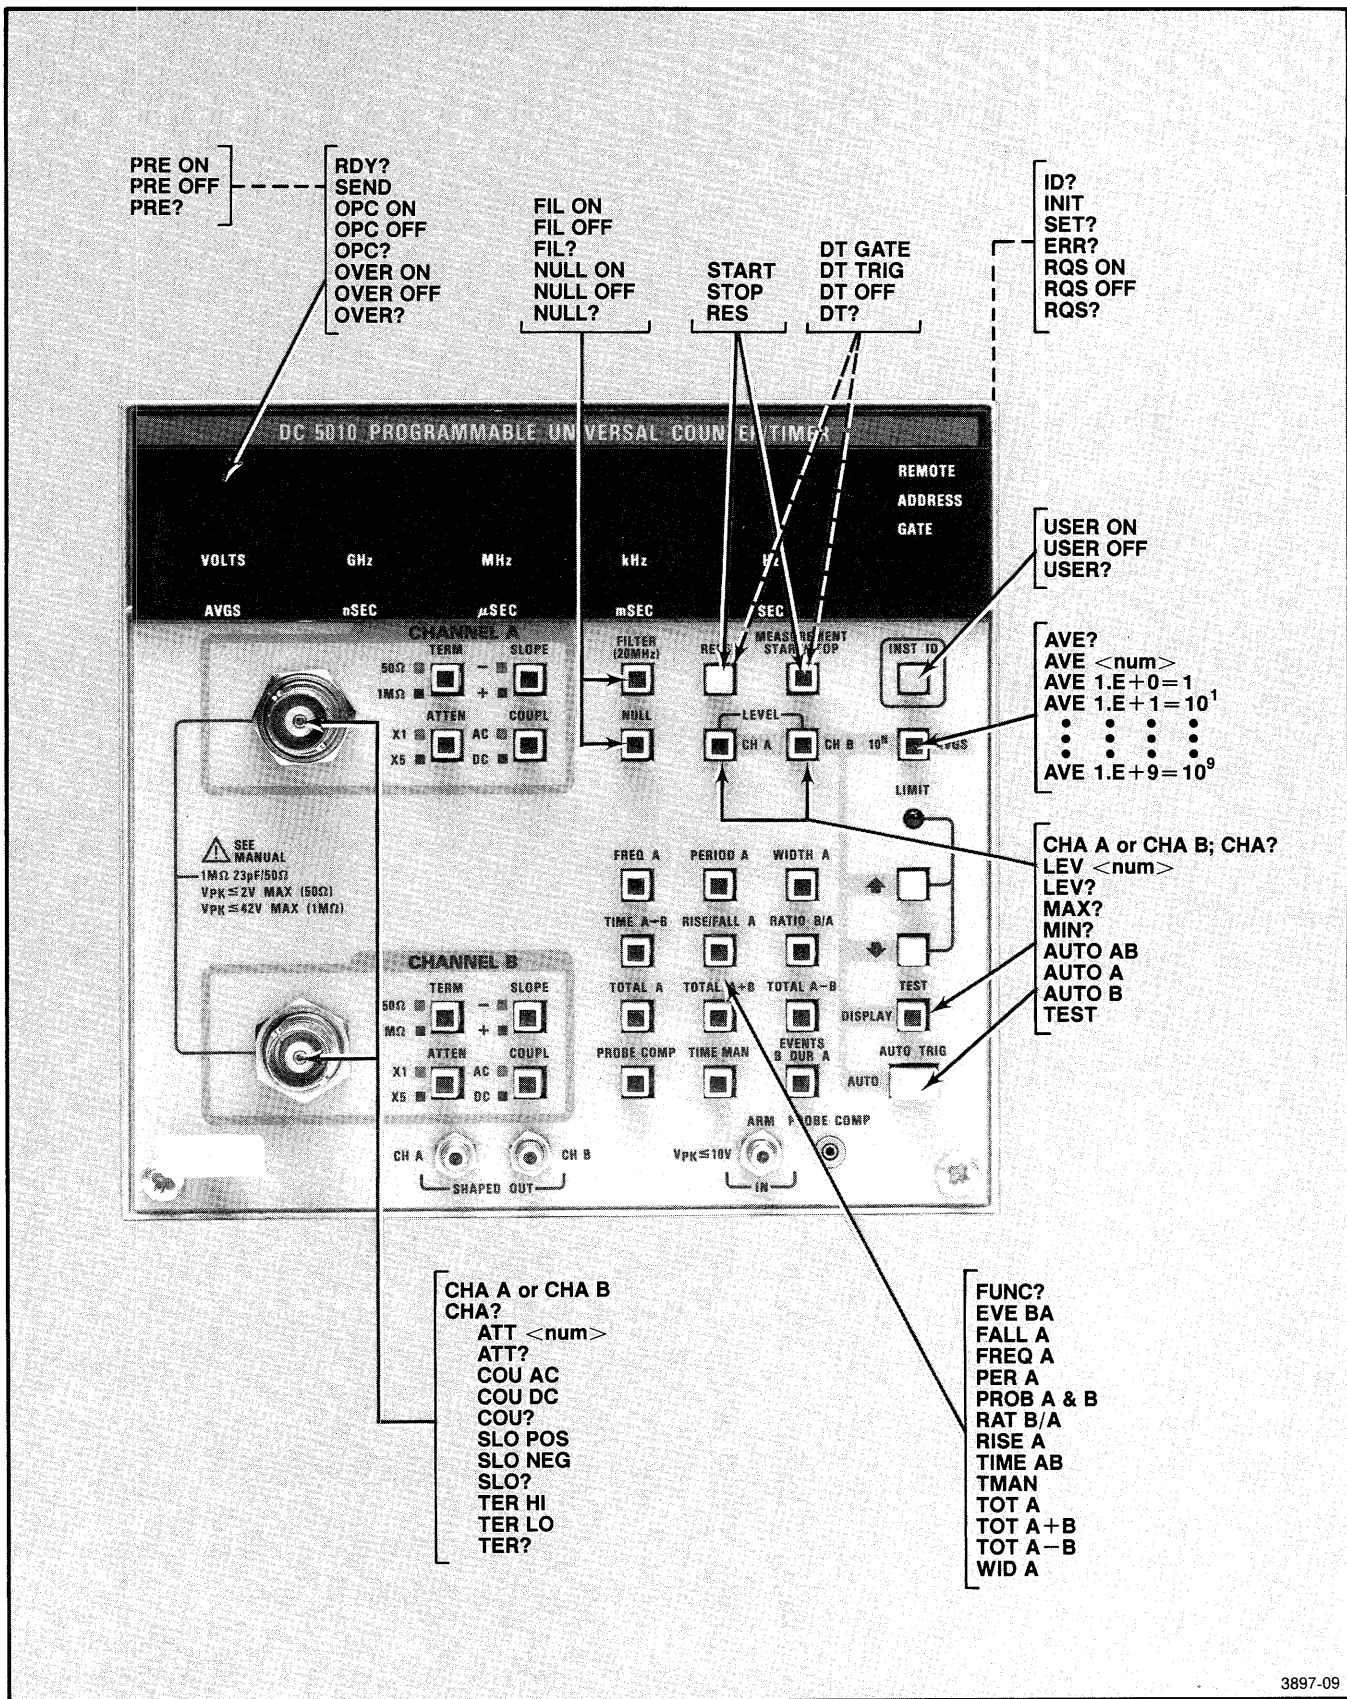

Fig. 2.10. Liste des commandes
- Une illustration de la face avant - et les commandes ayant trait aux différents modes d'utilisation (v. fig. 2.10).